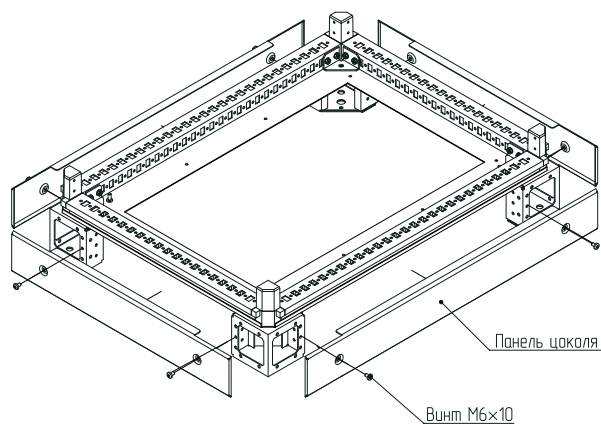

Рисунок 6
4.1.5 Установить панели цоколя на углы цоколя и зафиксировать с помощью винтов М6×10 (рисунок 6). Момент затяжки – 7 Н·м.